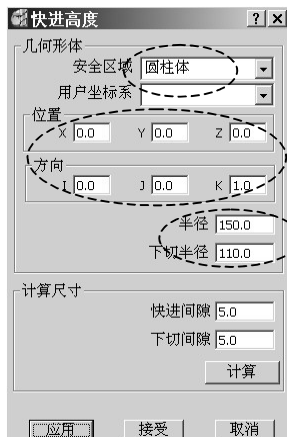
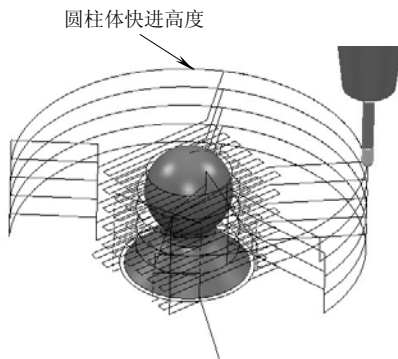

图 2-29 圆柱参数设置
图 2-30 圆柱快进刀具路径
2) 在“快进高度”表格中, 设置安全区域为圆柱体, 其余参数按图 2-29 所示设置, 系统计算出图 2-30 所示刀具路径。